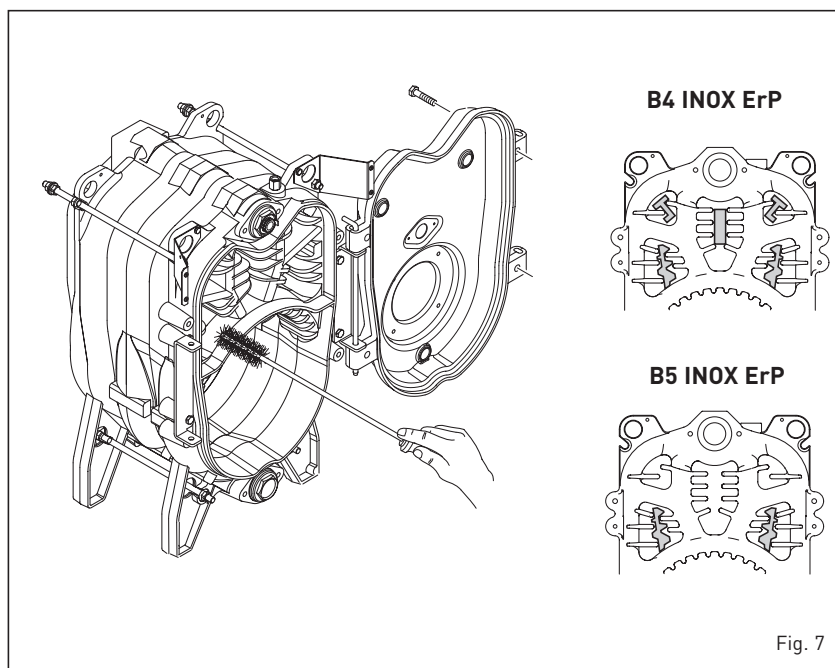

Fig. 7
3.3.1 Lado dos fumos da caldeira (fig. 7)